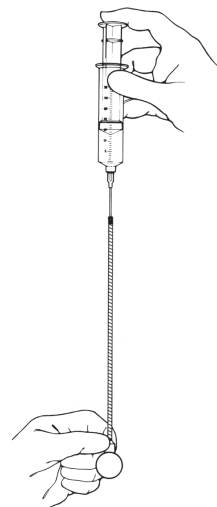

Figura 4-3b. Llene el balón
6. Llene el balón con aproximadamente 20 cc de solución de llenado. (**Figura 4-3b**)